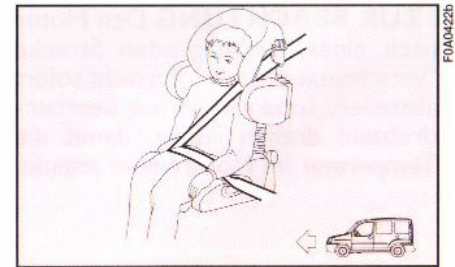

Abb. 3
Bei den Versionen 1.6 16V beim Einlegen des Rückwärtsganges (R) von der Leerlaufstellung aus ist der Schiebering **A**, **Abb. 3** unter dem Kugelgriff anzuheben und gleichzeitig der Hebel nach rechts und dann nach hinten zu führen.